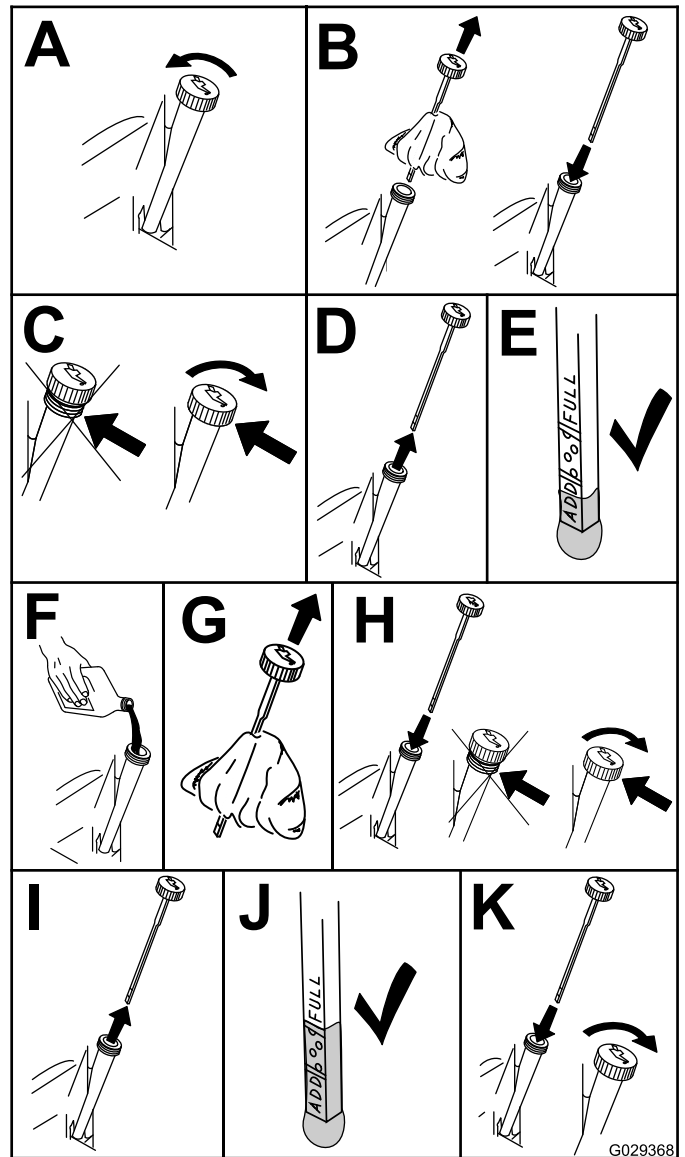

Figura 29
4. Compruebe el nivel de aceite del motor (Figura 29).